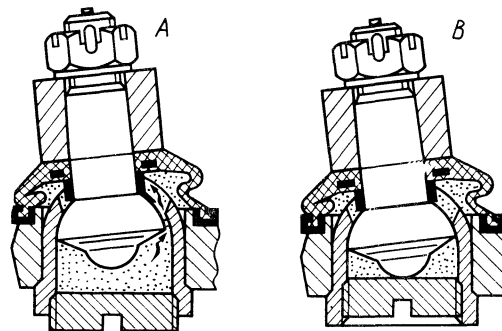

Рис. 162. Заполнение шарнира смазкой
4. Нажимая на конец тяги около смазываемого шарнира вверх, чтобы между шаровым пальцем и опорной поверхностью корпуса шарнира образовался зазор (рис. 162, А), завернуть заглушку до упора (рис. 162, В). При этом смазка пройдет под уплотнитель шарнира.